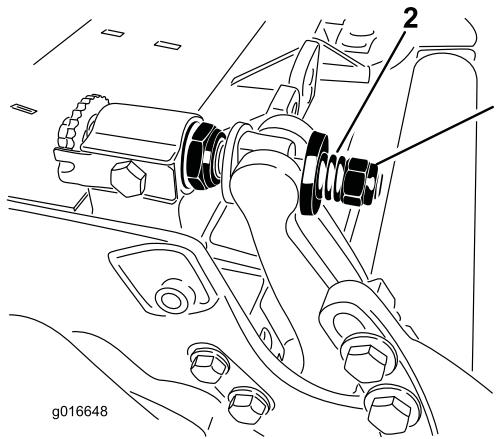

Рисунок 33
5. Затяните гайку натяжения пружины до полного сжатия пружины, после чего ослабьте на 1/2 оборота (Рисунок 33).
11. Затяните гайку на каждом узле регулировки планки неподвижного ножа до полного сжатия пружины, а затем отпустите гайку на 1/2 оборота (Рисунок 33).